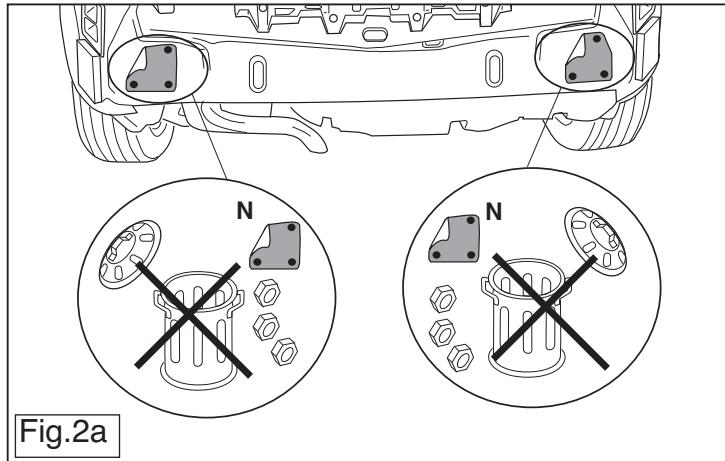

Fig.2a
3. Удалить уплотнение, как указано. См рис. 2a.